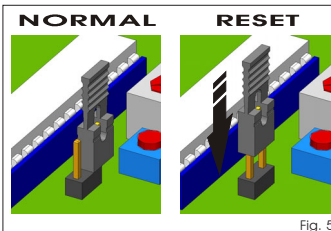

Fig. 5
- 4- Donner une commande d'**OPEN A** avec un dispositif quelconque connecté à cette entrée; l'afficheur affiche la valeur "**Pr**" et les vantaux commencent à s'actionner. La première manœuvre exécutée par les vantaux doit être en fermeture. Si cela ne se produit pas, arrêter le mouvement du portail par une impulsion de reset, en réalisant le pontet entre les deux BROCHES de "**RESET**" au moyen du connecteur spécifique (voir Fig.5). Couper le courant et ramener le connecteur dans la position normale (Fig.5). Ensuite inverser les fils des moteurs / du moteur qui ont exécuté la manœuvre d'ouverture. Reprendre la phase de programmation à partir du point 1.